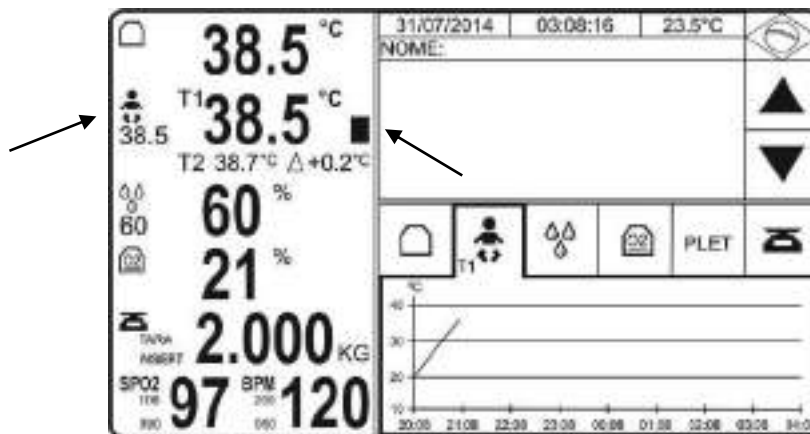

Figura 155 – Programação da temperatura RN acima de 37 °C
- A direita do valor lido para a temperatura do RN há uma barra de indicação proporcional do nível de aquecimento, conforme figura 155.
- Os limites dos alarmes de HIPERTERMIA e HIPOTERMIA podem ser ajustados conforme item 6.4.9.4 – *Menu Alarmes*.